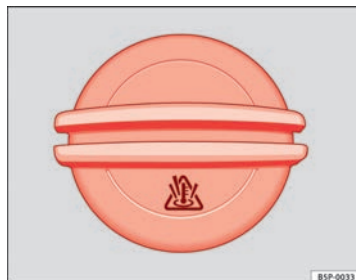

Fig. 174 En el vano motor; Tapón del depósito de expansión del líquido refrigerante.
- El depósito de expansión del líquido refrigerante se reconoce por el símbolo ⚠ del tapón ⇒ fig. 174.